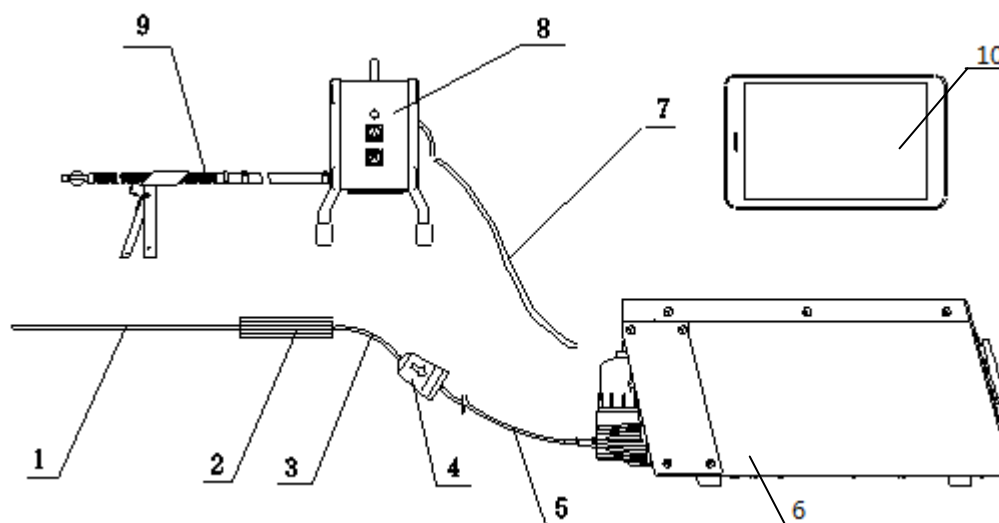

图 3-1 仪器的组成
如图 3-1 所示，仪器主要由仪器本体、短导管、前置过滤器、取样管、取样探头、平板电脑等组成。
a) 如图 3-1 所示，首先将短导管一端与取样探头的末端连接，另一端与附件中的前置过滤器的入口相连。然后将 5 米取样管的一端与前置过滤器的出口相连，另一端与仪器的样气入口连接。注意前置过滤器按图 3-1 所示方向连接，同时检查各连接处，确认连接牢靠，无泄漏。